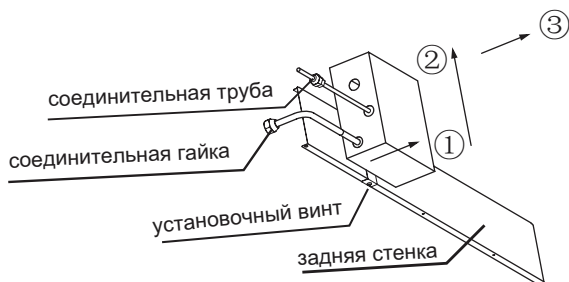

Рис. 42
- Выньте клапан согласно Рис. 42